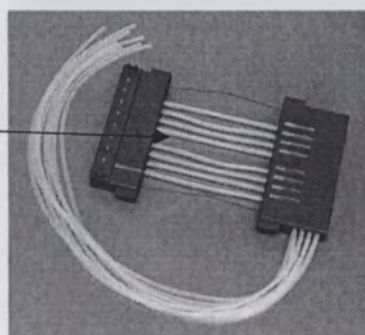
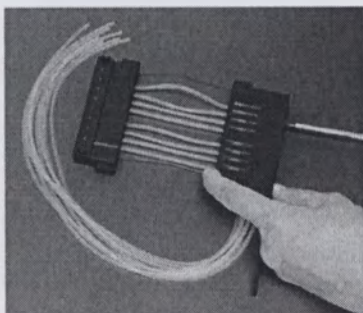

Рисунок 5-45. Кассета для диспенсирования перед калибровкой
Рисунок 5-46. Предварительная калибровка кассеты для диспенсирования
17. Поверните кассету таким образом, чтобы были видны восемь смотровых полосок (рисунок 5-45). Посмотрите на восемь смотровых полосок в верхней части кассеты. Вы заметите, что трубки не откалиброваны. Вначале откройте крышку калибровочных винтов. Для предварительной калибровки кассеты для диспенсирования грубо отрегулируйте крепления трубок в смотровых полосках относительно середины с помощью отвертки с шестигранной головкой (рисунок 5-46).